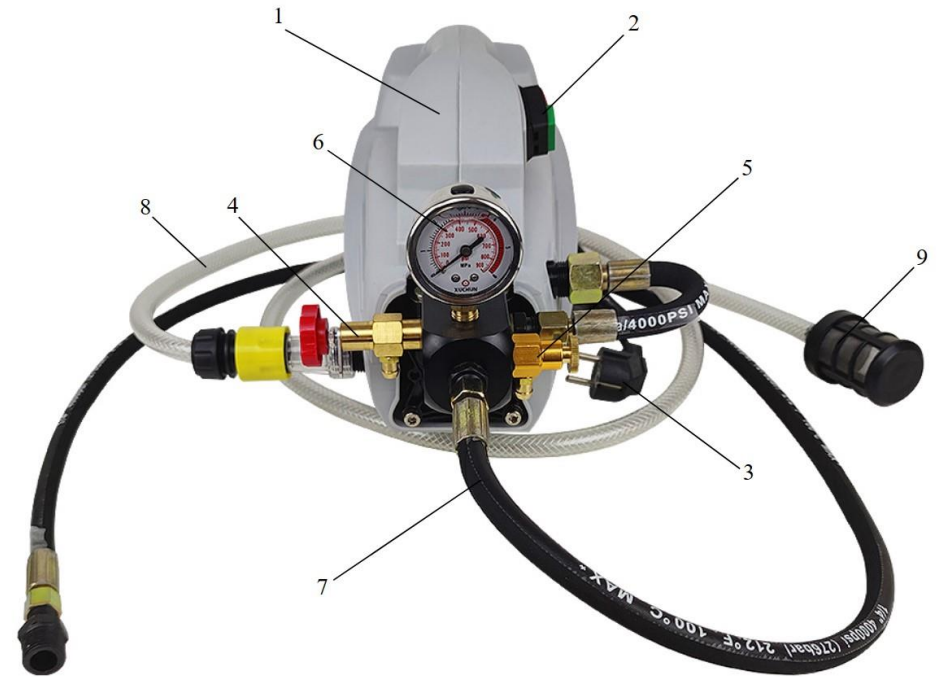

Рис. 1
4.1. Насос с электроприводом для опрессовки гидравлических систем состоит из электродвигателя, приводящего в действие насос. Электродвигатель 1 с насосом размещен под защитным кожухом (Рис. 1).